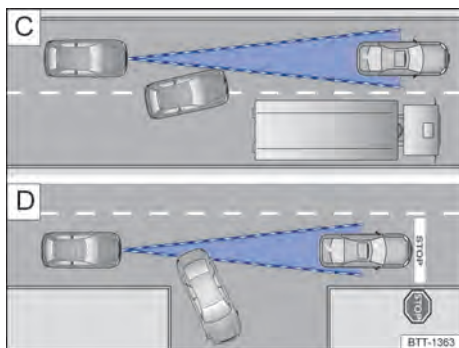

Fig. 106 [C] Mudança de faixa. [D] Veículo virando ao parado.
Por exemplo, se um veículo detectado pelo ACC virar ou mudar de faixa, e se houver um veículo parado à frente deste veículo, o ACC não reagirá ao veículo parado → Fig. 106 [D].
- Veículos que mudam para a faixa onde você se encontra com pouca distância do veículo → Fig. 106 [C].